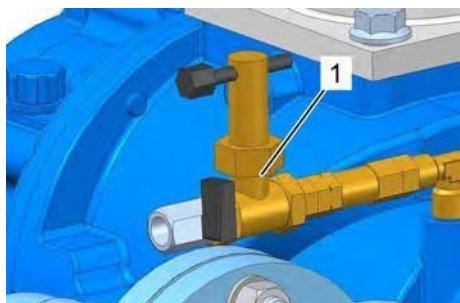

Рис. 42: Шаровой кран
4. ➔ Закройте шаровой кран (Рис. 42/1) в шлангопроводе между насосом и компрессором.